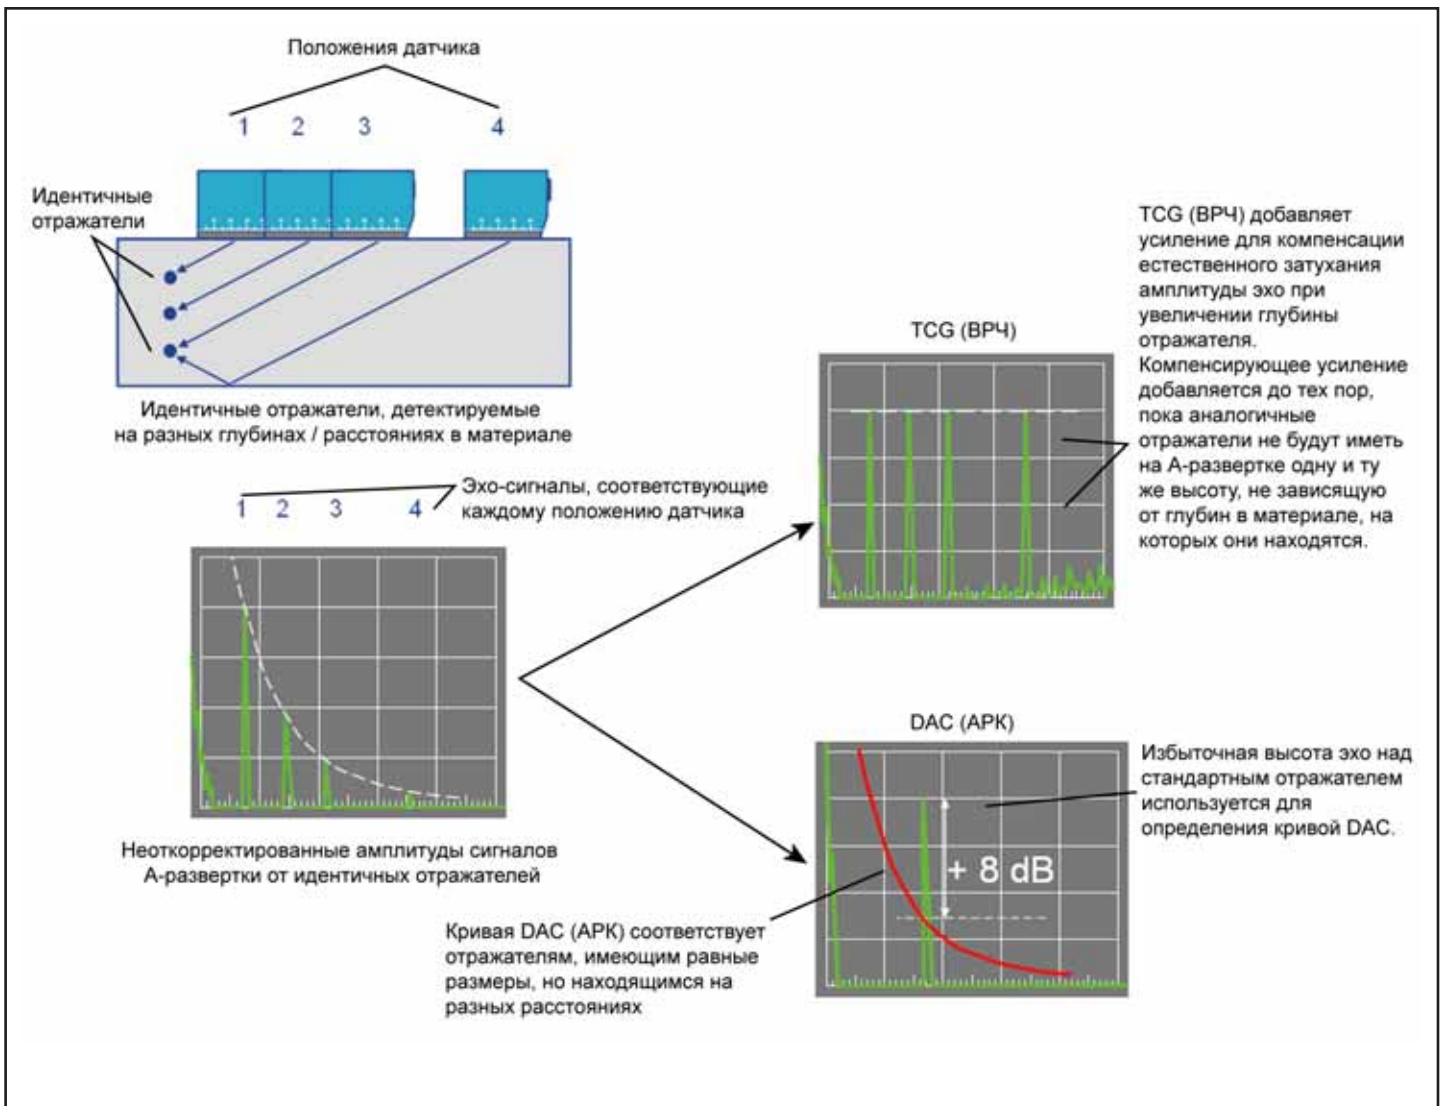

РИСУНОК 5-6—Функции компенсации расстояния/времени
Обычные измерения могут производиться с использованием функций временной регулировки усиления (TCG/ВРЧ) и корректировки амплитуды по расстоянию (DAC/АРК) (Рисунок 5-6). Доступ к этим функциям можно получить при помощи подменю TCG (ВРЧ) из панели меню HOME (ИСХ.). Обе функции работают на основе параметров точек, зарегистрированных пользователем. Эти точки регистрируются при помощи меню TCG (ВРЧ), процедура описана ниже.
В режиме DAC (APK) прибор создает на основе введенных пользователем точек кривую, соответствующую амплитудам эхо-сигналов от отражателей равных размеров, находящихся на различных глубинах в материале (Рисунок 5-6). Зарегистрированные реперные точки хранятся до их замены или редактирования. Чтобы создать кривую DAC (APK) и работать в режиме DAC (APK):
**Шаг 2:** Нажмите  рядом с функцией DELETE CURVE (УДАЛ. КРИВУЮ) (см. Рисунок 5-6).